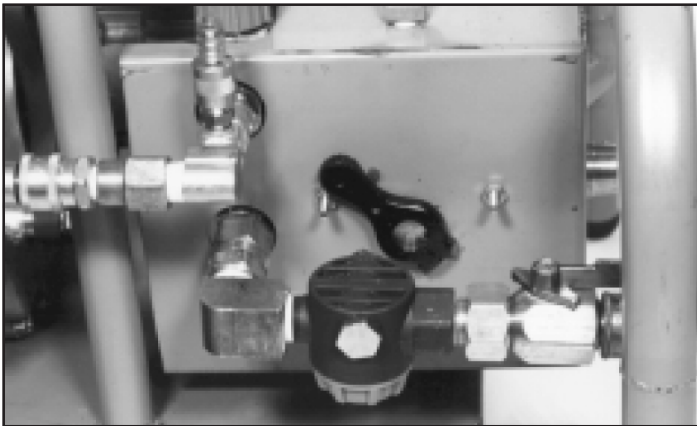

Рис.4 - Выключение импульсного механизма
**Примечание! Насос машины KJ-3000 снабжен импульсным механизмом. Перед запуском двигателя следует установить этот механизм в положение OFF (Выключено), повернув до упора рукоятку против часовой стрелки (рис. 4). Для достижения максимального давления следует выключить импульсный механизм.**